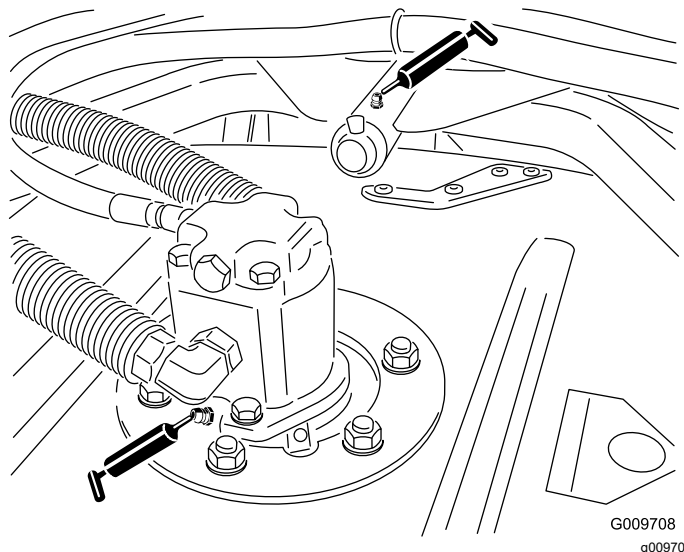

Figura 37
- Cuscinetti dell'asse del mandrino dell'apparato di taglio (2 per piatto) come illustrato nella Figura 37
- Boccole del braccio portante dell'apparato di taglio (1 per piatto) come illustrato nella Figura 37